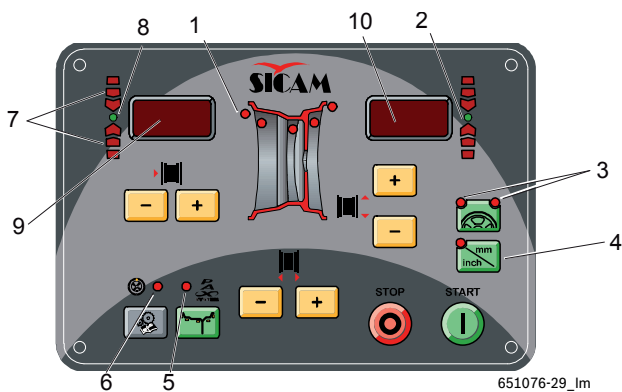

Fig. 9: LED en el campo de manejo/campo de visualización
➔ Con los LED (Fig. 9, pos. 1) se ven las posiciones de los planos de equilibrio para cada programa de equilibrado.
Cuando se selecciona un programa de equilibrado PAX se ilumina adicionalmente el LED Pax (Fig. 9, pos. 5).